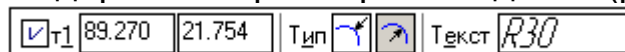

Рисунок 6.26
1. Нажмите кнопку **Радиальный размер**. На Панели свойств появятся поля ввода и переключатели, с помощью которых можно задавать положение характерных точек размера, управлять его ориентацией и содержанием размерной надписи (рисунок 6.26).